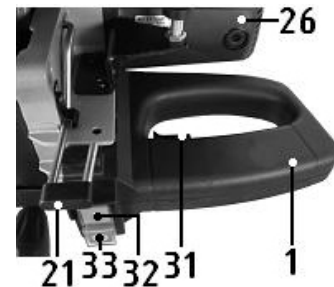

Рис. 6
9.1. Органы управления (Рис.6)